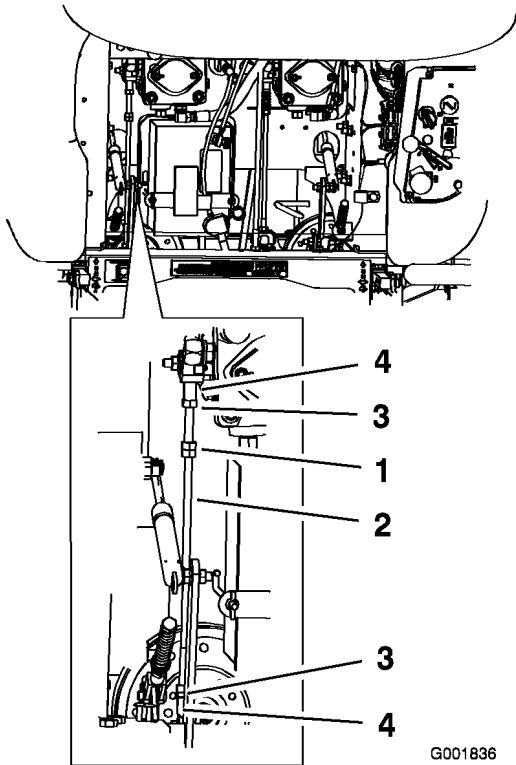

Figura 58
1. Afloje las contratuercas de la articulación esférica de la varilla de control de la bomba (Figura 58).
3. Ajuste la longitud de la varilla de la bomba girando las tuercas dobles de la varilla, en el sentido apropiado, hasta que la rueda quede estacionaria o se mueva muy lentamente en marcha atrás (Figura 58).
6. Apriete las contratuercas de las articulaciones esféricas (Figura 58).